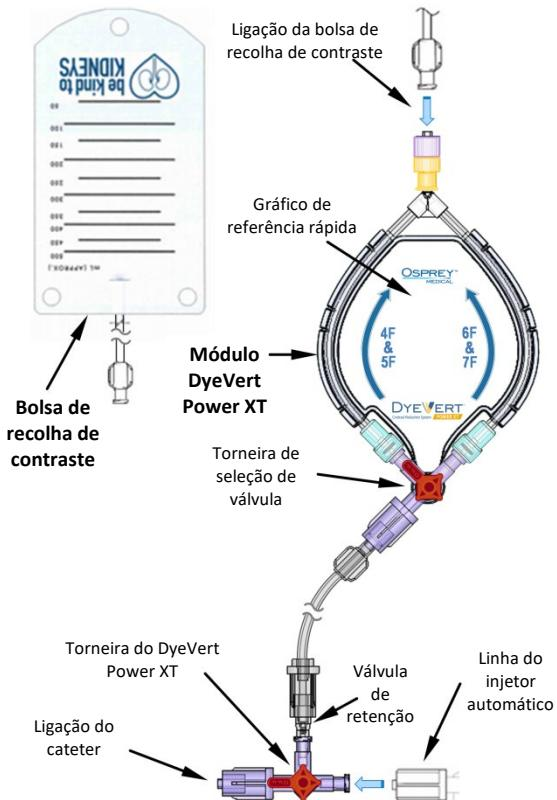
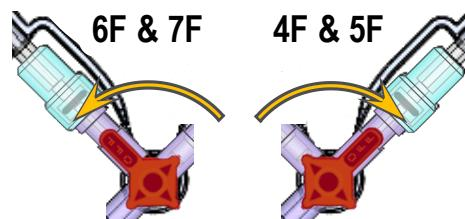

Figura 1 – Montagem do dispositivo e componentes
Figura 4 – Torneira de seleção de válvula DyeVert
- 3) Ligue o luer fêmea da torneira do DyeVert Power XT ao luer macho na extremidade da linha do injetor automático. (Ver Figura 1)
- 4) Certifique-se de que a torneira do DyeVert Power XT está fechada para a ligação do cateter e aberta para a *torneira de seleção de válvula*. (Ver Figura 1)
8) Ligue a bolsa de recolha de contraste ao encaixe Luer localizado na extremidade distal do DyeVert Power XT. (Ver Figura 1)
- a. Com base no tamanho do cateter utilizado no procedimento e em consonância com o fluxo de líquido apresentado na Figura 1, oriente a *torneira de seleção de válvula* para a posição "4F e 5F" ou "6F e 7F" correspondente. (Ver Figura 4)